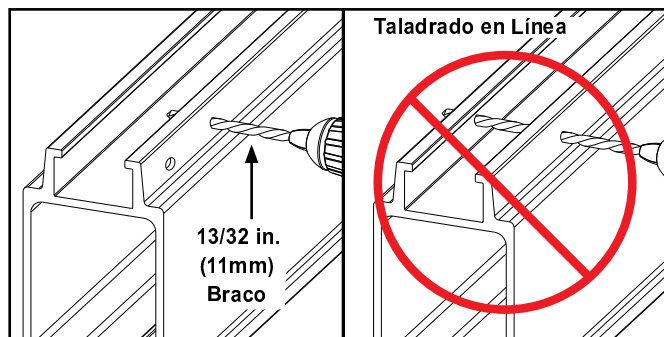

Figura 3-37
- Paso 2. Haga dos (2) orificios usando broca 13/32" (11 mm). No trate de taladrar en línea. Vea Figura 3-37.